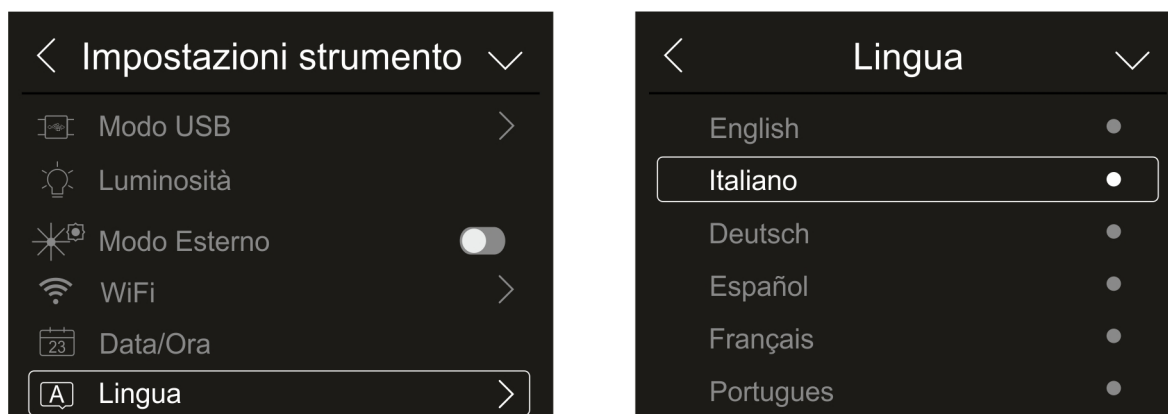

Fig. 20: Impostazione lingua di sistema
1. Toccare la voce “Lingua” per eseguire l’impostazione della lingua di sistema. La videata di Fig. 20 – parte destra è mostrata: